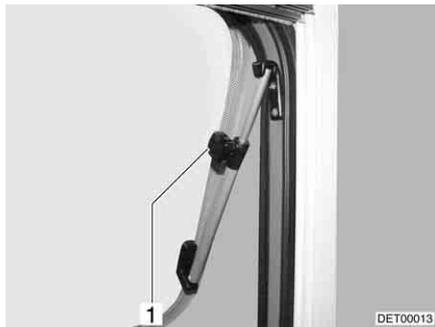

Bild 96 Dachhaube mit Dreh-Ausstellern, geöffnet
- Dachhaube bis zur gewünschten Stellung öffnen und mit Rändelknopf (Bild 96,1) feststellen.
- Rändelknopf (Bild 96,1) drehen, bis Arretierung freigegeben wird.